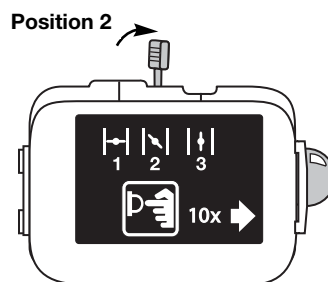

Fig. 9
7. Placez le levier d'étranglement bleu en position 2 (Fig. 9).